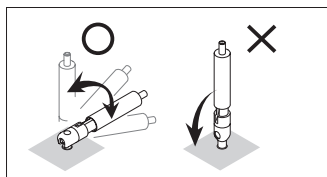

図9
- ・ 自在タイプの金具は傾斜張りに対応するように自由に回転しますが、金具が回転しない逆の方向に力が加わるような使い方は絶対にしないでください。金具の破損の原因になるばかりか思わぬ事故の原因となります（図9）。